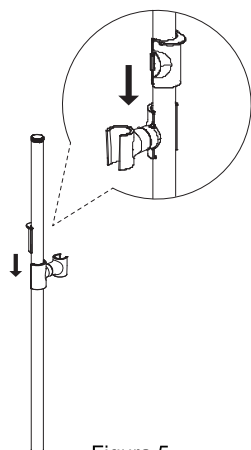
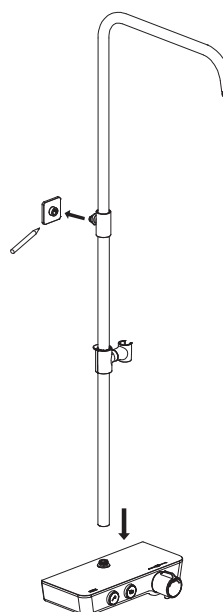

Figura 5
Figura 7
a) Collegare la guida di rialzo alla barra termostatica della doccia (Figura 5/6) e segnare la posizione del connettore del tubo sulla parete (Figura 7).